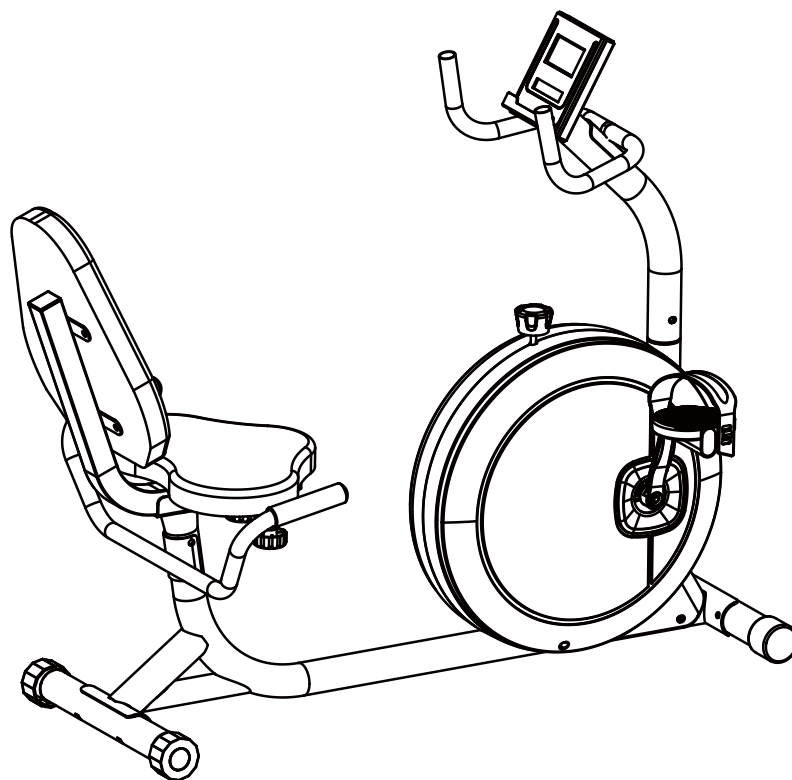

Figura 14
14. Después de ensamblar todas las piezas, verifique los tornillos de cada parte para asegurarse de que estén bien apretados antes de usar. Como se muestra en la Figura 14.